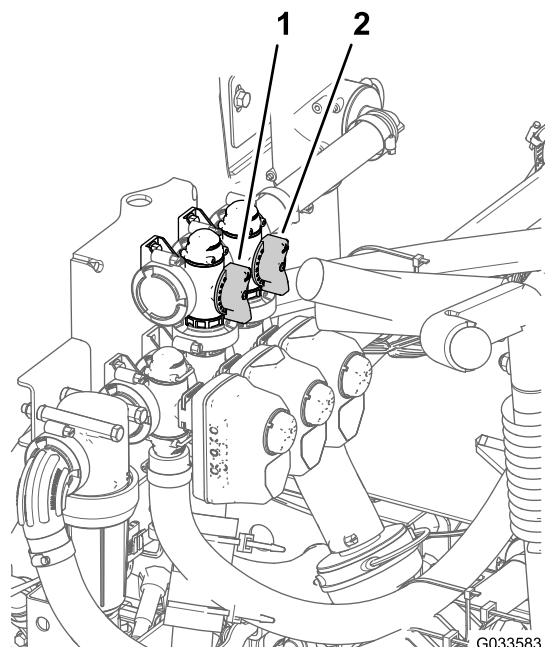

図 87
11. 攪拌バルブの背面についている攪拌バイパスバルブ 図 87 を使って、水圧計の読みが 6.9 bar になるように調整する。
8. マスターブームバイパスハンドルを使ってタンク内の攪拌動作を調整する(図 87)。